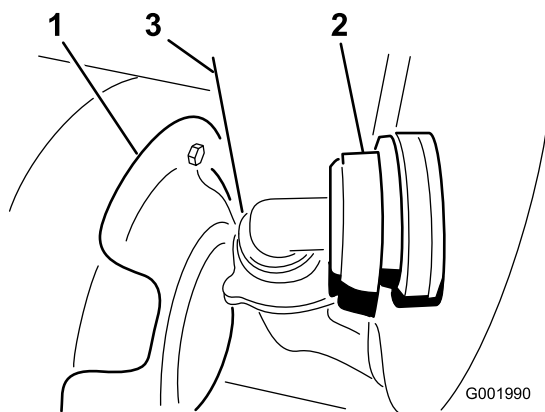

Figure 55
3. Débranchez le flexible situé sur la face avant inférieure de la cuve (Figure 55).
**Remarque:** Il faudra éventuellement pousser le déflecteur de chaleur (Figure 55) en arrière pour déposer le couvercle.
- Branchez le flexible à l'avant de la cuve (Figure 55).